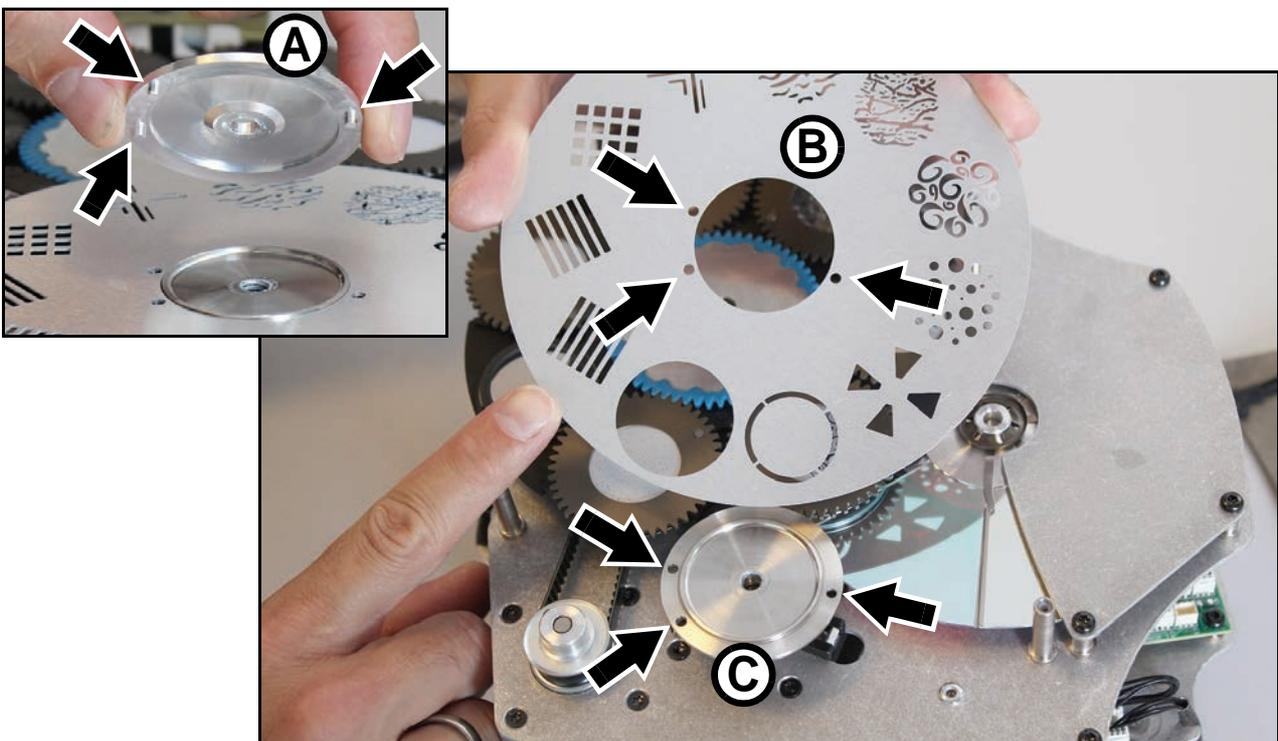

Bild 17: Ausrichtung des festen Goborades
- Siehe Bild 17. Beachten Sie bei der Montage eines festen Goborades die Lage der Zapfen in der Aluminiumscheibe **A**. Die Zapfen müssen in die drei Bohrungen des festen Goborades **B** und der Achse **C** eingreifen. Das Goborad kann nur in einer Position mit korrekter Ausrichtung montiert werden.